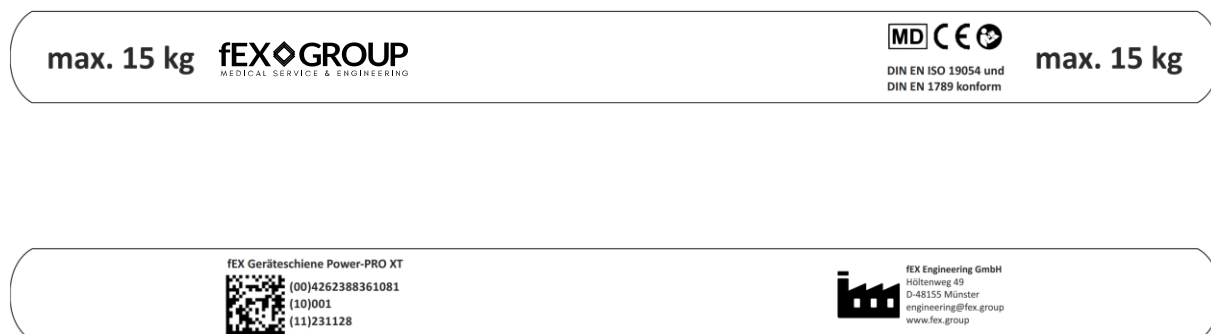

Abbildung 2: Hinweise auf dem Produkt
- Die Hinweisgravuren auf der Normschiene müssen für den Anwender sichtbar und vom Patienten abgewandt sein (Abbildung 2: *Schiene mit Schienenhalter*).